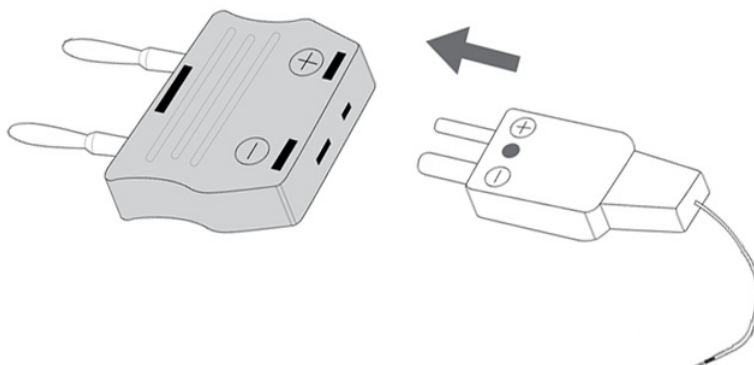
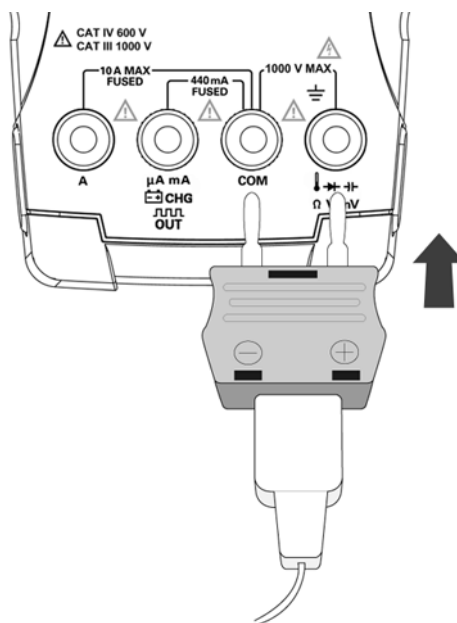

Figura 2-15 Conectar a ponta de prova térmica no adaptador de transferência sem compensação
Figura 2-16 Conectar a ponta de prova com adaptador no multímetro
- 2 Conecte a ponta de prova térmica em miniatura no adaptador de transferência sem compensação, conforme mostrado na **Figura 2-15**. Depois, conecte a ponta de prova térmica com o adaptador nos terminais de entrada do medidor, conforme a **Figura 2-16**.